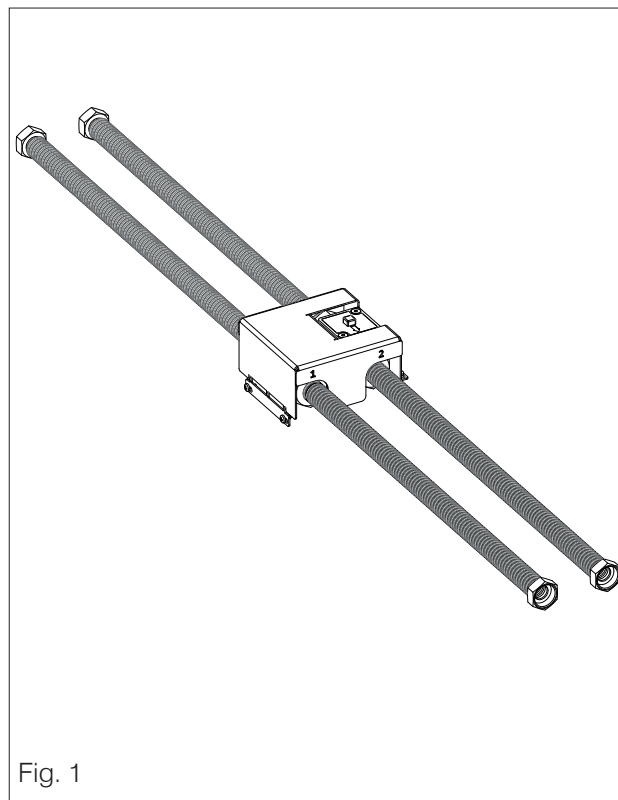

Fig. 1
- El Kit Anticondensación ensamblado (fig. 1)